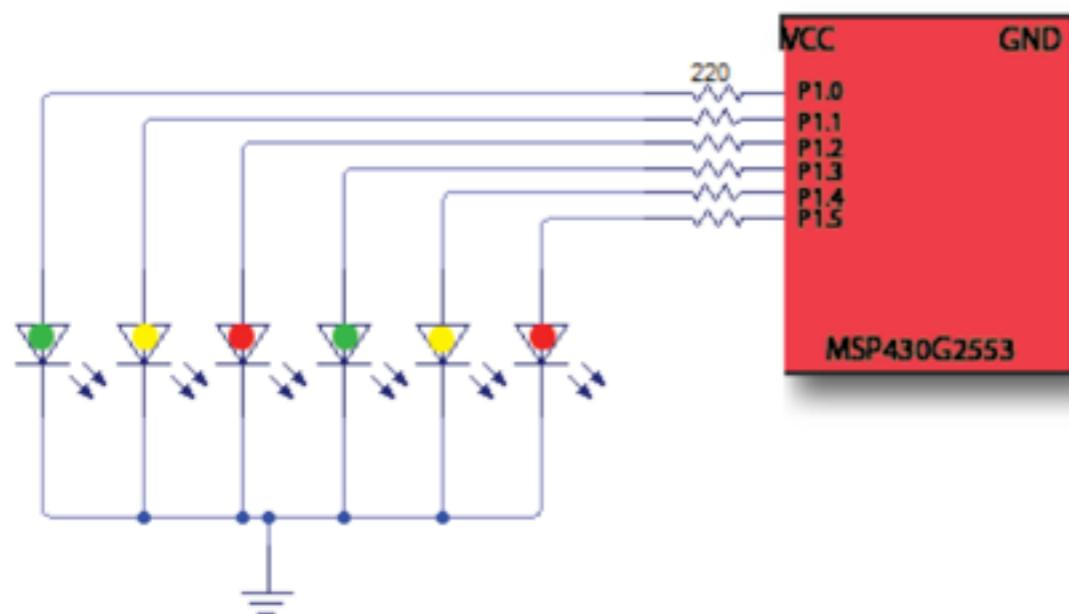

Figura 2.2. Diagrama de conexión de LEDs con el microcontrolador.
1. Conectar los LEDs de los “semáforos” al Puerto 1 del microcontrolador como se muestra en el diagrama de la figura 2.2.